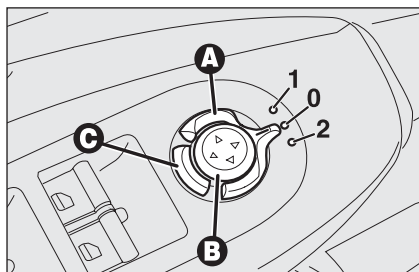

fig. 39
Selezionare, mediante il dispositivo **A**-fig. 39, lo specchio desiderato:
In caso di necessità (per esempio quando l'ingombro dello specchio crea difficoltà in un passaggio stretto) è possibile ripiegare gli specchi premendo il pulsante **C**-fig. 39.
Per riportare gli specchi in posizione di marcia premere nuovamente il pulsante **C**-fig. 39.
- ruotare il selettore **A-fig. 39** in posizione **2** (selezione specchio lato passeggero);
Procedere come segue: inserire la chiave elettronica nel dispositivo di avviamento; inserire la retromarcia; ruotare il selettore **A-fig. 39** in posizione **2** (selezione specchio lato passeggero).
Lo specchio tornerà automaticamente nella posizione iniziale dopo circa 10 secondi dal disinnesto della retromarcia, immediatamente dopo il superamento dei 10 km/h con marcia avanti oppure ruotando il selettore **A-fig. 39** in posizione **0**.